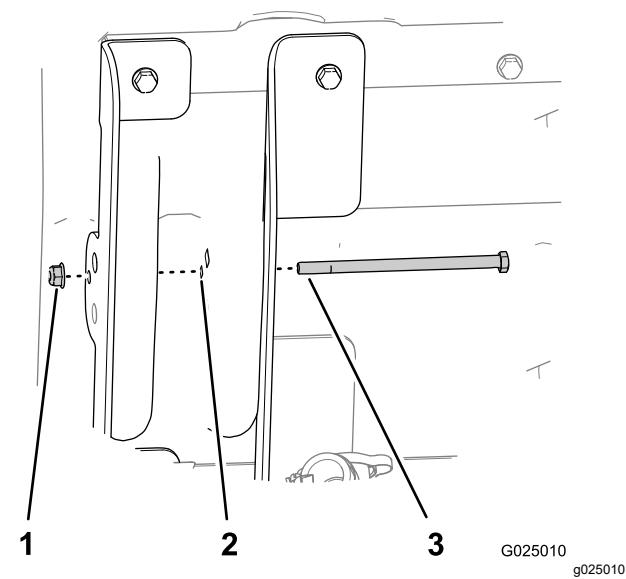

Figura 6
7. Inserite il bullone a testa esagonale (5/16" x 5½") nel foro da 8 mm nella staffa di sollevamento interna (flange lunghe), nella struttura del pianale e nella staffa di sollevamento esterna del pianale (flange corte) come mostrato in Figura 6.
8. Serrate manualmente il bullone con il dado flangiato (5/16") (Figura 6).
- Serrate saldamente il dado flangiato che fissa il bullone (5/16") (Figura 6).